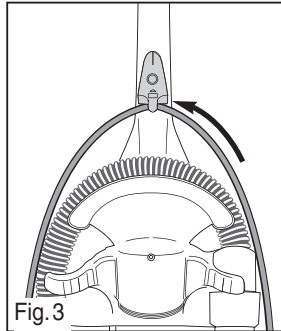

Fig. 3
- Poussez le cordon dans la pince du cordon (Fig. 3).